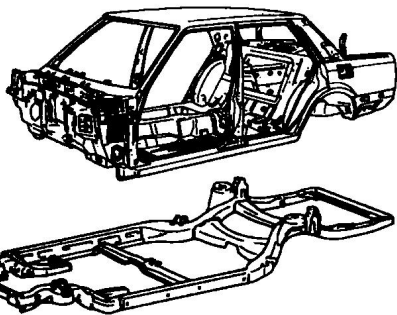

图 1-9 半承载式车身
2) 半承载式车身。半承载式车身(图 1-9)与车架是刚性连接,载荷主要由车架承受,车身只承受一部分。这种结构车身是为了避免非承载式车身相对于车架位移时发出较大的噪声而设计的。由于其重量大,现在很少采用。